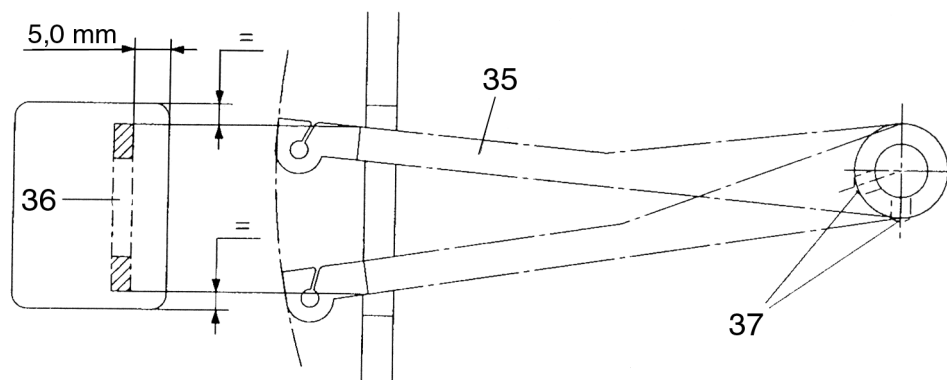

Рис. 49
Нитеводитель петлителя 35 должен быть, кроме того, отрегулирован таким образом, чтобы при его движении расстояния от отверстия корпуса 36 были одинаковыми сверху и снизу (рис. 49).
- Сместите нитеводитель петлителя 35 таким образом, чтобы при его движении расстояния от отверстия корпуса были одинаковыми сверху и снизу, как показано на рис. 49.